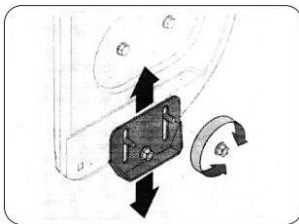

Fig. 28
- Folosiți o poziție medie sau înaltă când zona de curățat nu este netedă, precum o stradă pietruită. Vezi Fig. 28